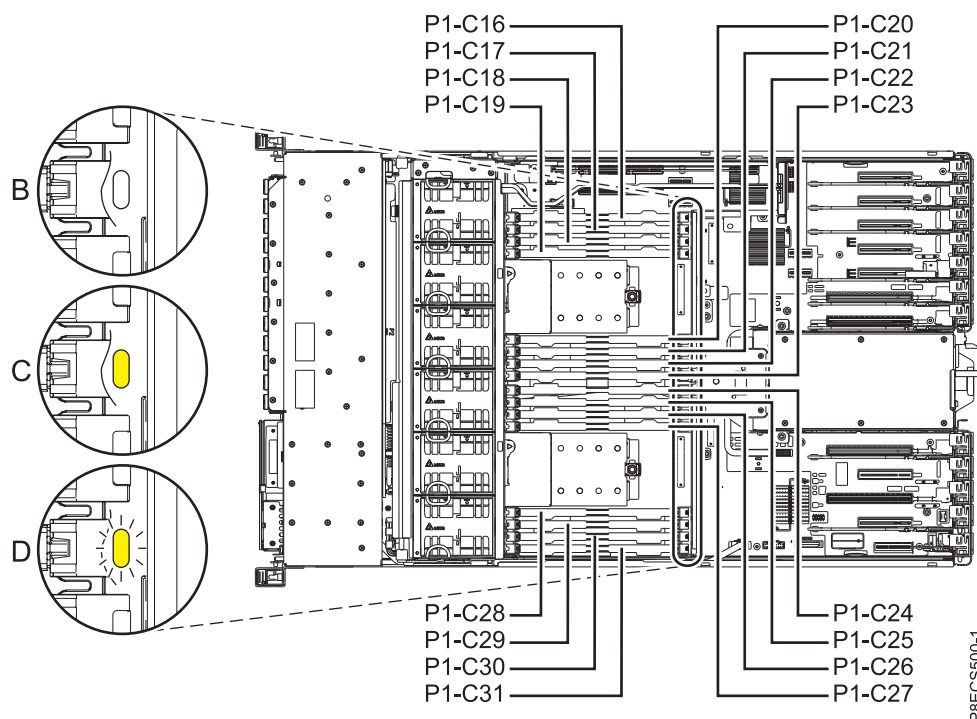

Figura 9. LEDs de um módulo de memória em funcionamento ou avariado
- f. Verificar que o LED âmbar do módulo de memória substituído está **Desligado (Off)**, como é apresentado em (B) na Figura 9 na página 15.